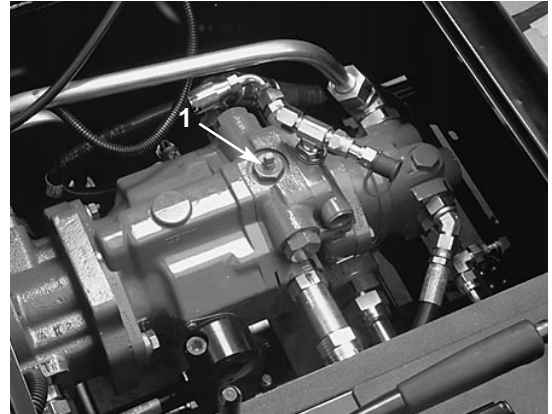

Bild 18
- Die Frontplatte anheben und entfernen (Bild 18).
- Das Bypaßventil um 90 Grad drehen (Bild 18). Öffnen des Ventils öffnet einen internen Laufweg in der Antriebspumpe, durch den hydraulisches Öl umgeleitet wird. Weil das Öl umgeleitet wird, läßt sich die